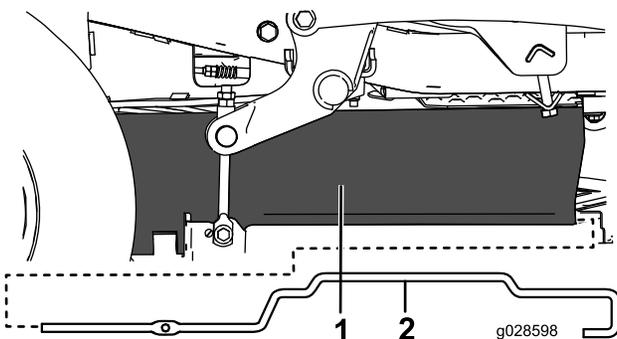

Bild 8
2. Setzen Sie die neue Stützstange in die Abdeckung (Bild 8).